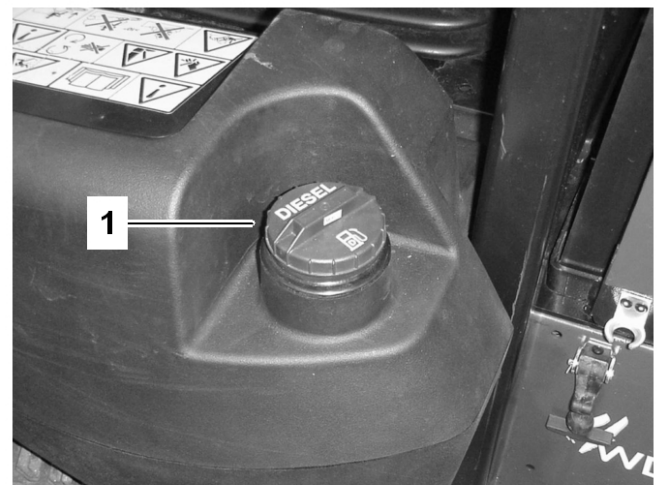

Figura 25
2. Retire a tampa do depósito de combustível (Figura 25).